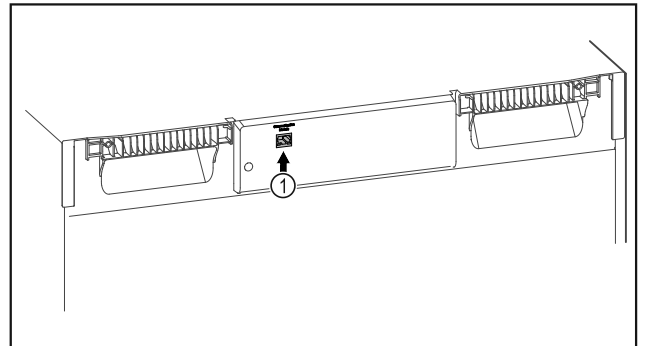

Fig. 150
- SmartModule Fig. 150 (1) 已使用。